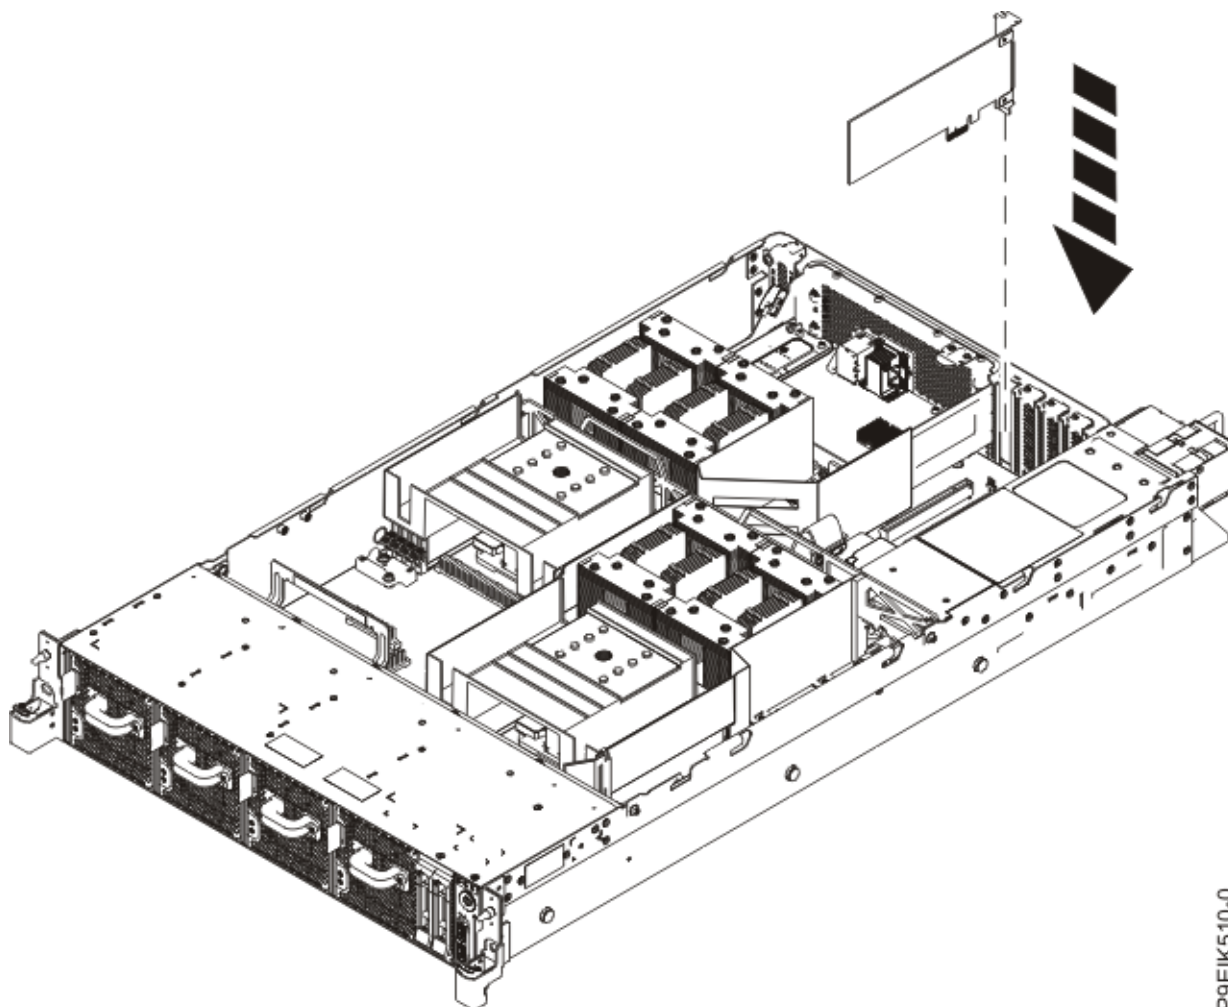

Figura 33. Inserción de un adaptador PCIe
5. Inserte el adaptador, alinéelo correctamente e insértelo completamente en la ranura, tal como se muestra en la Figura 33 en la página 66.